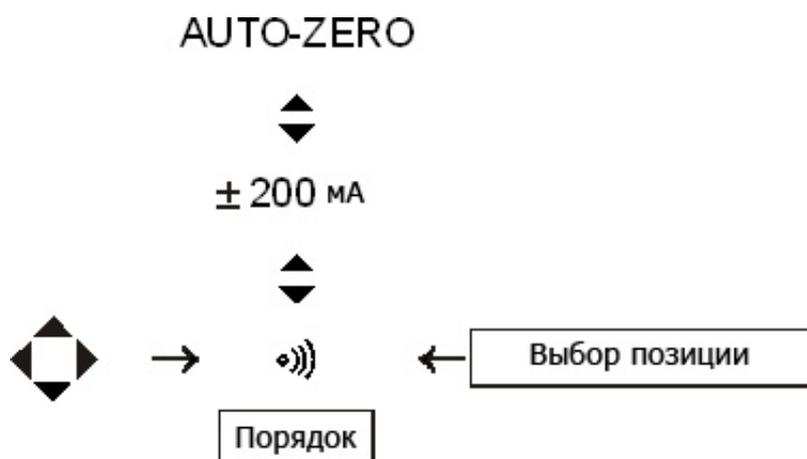

Рис.34. Установка режима измерения сопротивления низким напряжением
- Установить режим измерения  $\pm 200$  мА (видимый на линейке функции измерения) согласно алгоритму, представленному на Рис.34;